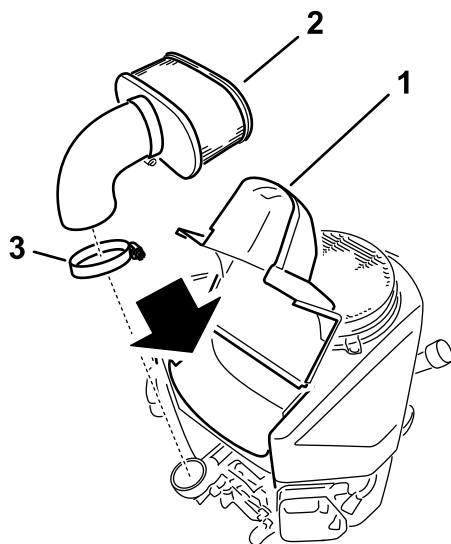

Figura 29
4. Afloje la abrazadera y retire el elemento de papel (Figura 29).